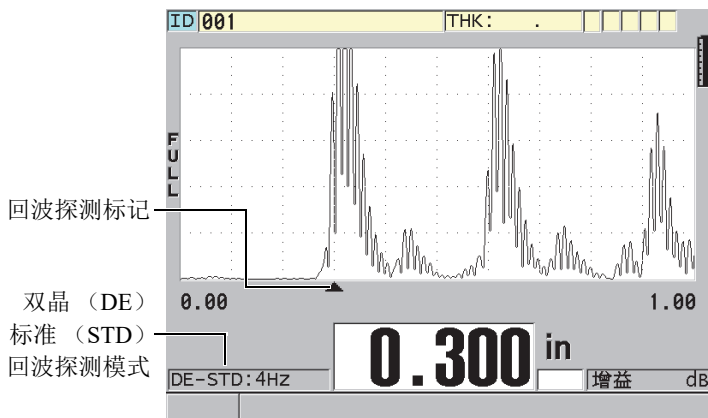

图 5-12 在标准回波探测模式下进行测量
**DE-STD**（双晶标准）指示器出现在厚度读数的左侧。三角形的回波探测标记出现在底面回波处、波形图像的下方（参见第 88 页的图 5-12）。